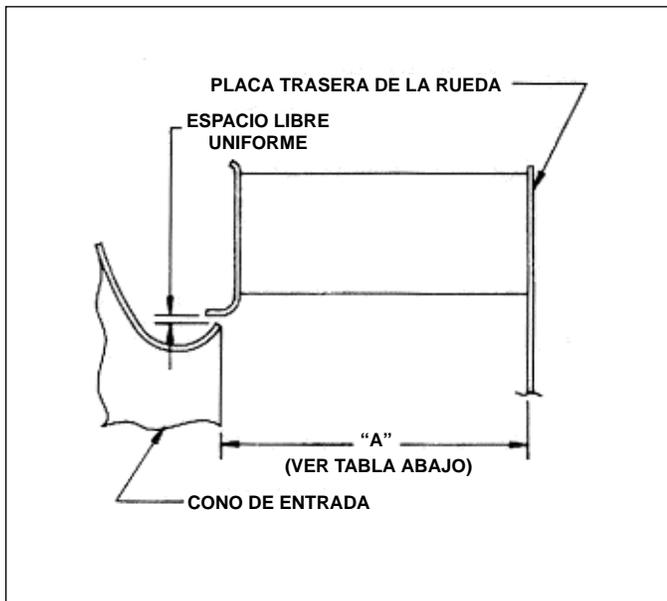

Figura 3
6. Cuando se esté instalando una rueda o cono nuevo, debe mantenerse el espacio libre apropiado del cono a la rueda de entrada (vea la Figura 3 para las dimensiones correctas de la rueda a todo lo ancho).